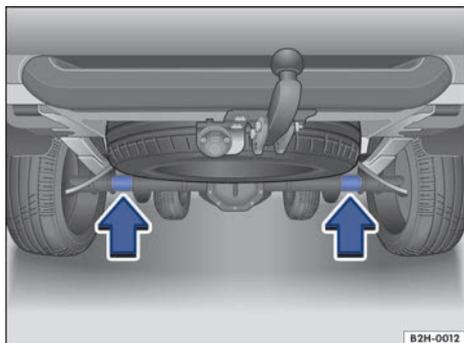

Fig. 163 Puntos de apoyo del crique en la parte trasera.
El crique solo se deberá colocar en los puntos que se indican \Rightarrow fig. 161 o \Rightarrow fig. 163. El punto de apoyo válido es el que se encuentra junto a la rueda correspondiente \Rightarrow .
8. Asegúrese de que el crique se encuentre debajo de las zonas indicadas en la parte delantera \Rightarrow fig. 161 o en la parte trasera \Rightarrow fig. 163.
El crique solo se deberá colocar en los puntos que se indican \Rightarrow fig. 163 (flechas).